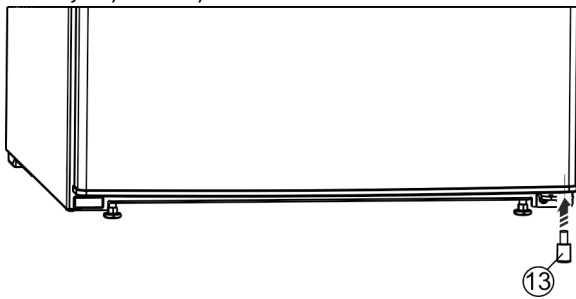

Fig. 26 \*
- ▶ Dištančný diel Fig. 26 (13) nasadte znovu vpravo dole do dverí, pretože je to dôležité pre stabilitu zariadenia.\*